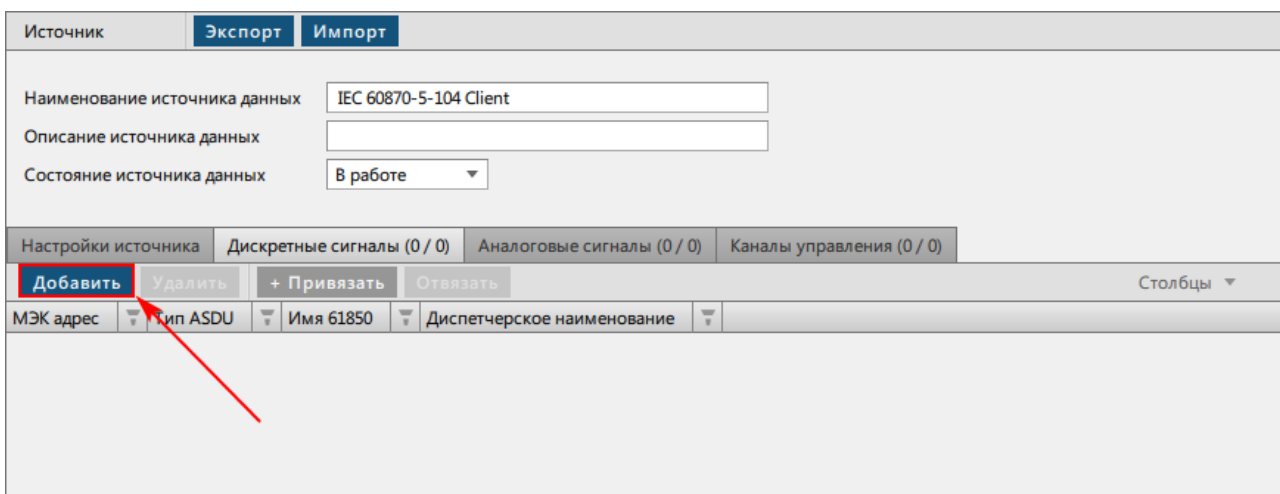

Рисунок 257 - Добавить сигнал
- Нажмите **Добавить** (Рисунок 257).